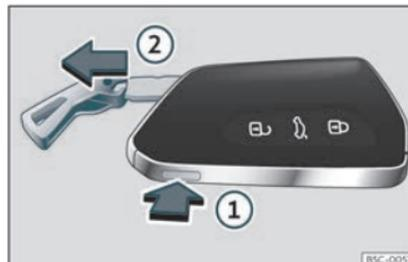

Fig. 71 Clé du véhicule : retirer le panneton.
- En appuyant une fois sur le bouton >>> **fig. 71** ①, le panneton est libéré et un œillet apparaît en guise de porte-clés.
- Maintenez le bouton ① enfoncé tout en tirant sur l'œillet dans le sens de la flèche >>> **fig. 71** ② pour extraire entièrement le panneton.